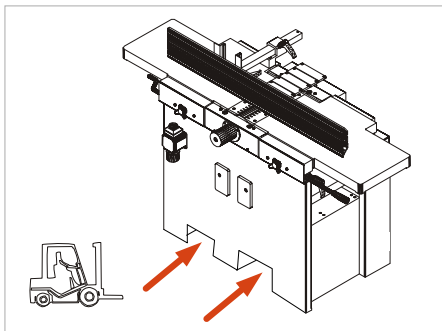
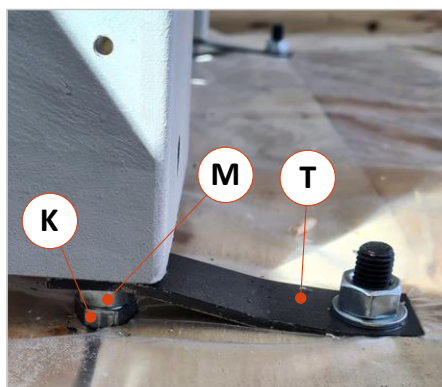

Abbildung 8: Abstellen mit Stapler
Abbildung 10: Transportlaschen entfernen
- Maschine mit dem Gabelstapler von der Palette herunterheben und die vier Nivellierstützen wieder an die Standfüße montieren (siehe ⇒ Abbildung 10). Die Gabel des Staplers so zuführen, wie es in der ⇒ Abbildung 8 veranschaulicht ist.
- Die zum Transport auf der Palette erforderlichen Schraubbefestigungen, Transportbleche und Transportlaschen an den Füßen demonstrieren, Palette abnehmen und die vier Nivellierstützen wieder an die Standfüße montieren (⇒ Abbildung 10). Dann die Maschine mit dem Kran am endgültigen Einsatzort abstellen.